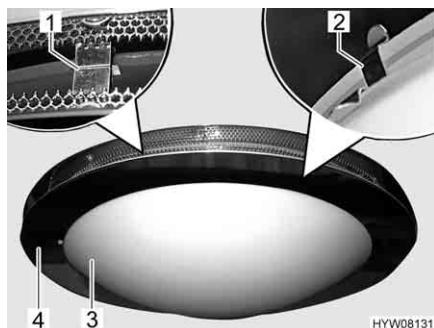

Fig. 193 Lampada a soffitto (rotonda)
- Tirare verso il basso l'anello metallico inferiore (Fig. 193,4) della lampada a soffitto opponendo resistenza alle griffe di supporto (Fig. 193,1). L'anello metallico inferiore si stacca da quello superiore.
- Estrarre la copertura della lampada (Fig. 193,3) opponendo resistenza alle griffe di supporto (Fig. 193,2).